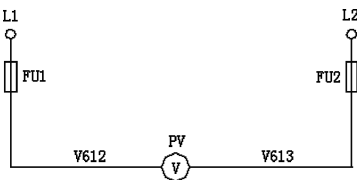

图 15-52 添加注释文字
(6) 添加注释文字。在图中相应的位置添加注释文字, 如图 15-52 所示, 完成附图 3 的绘制。